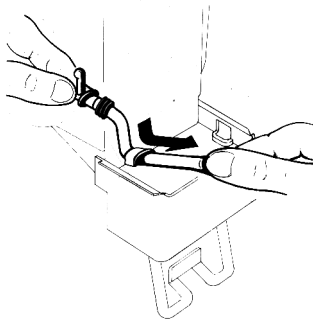

figura 14
- 2 - Insertar el tubo goma de salida en su sede horizontal en el fondo del contenedor (ver figura 14).